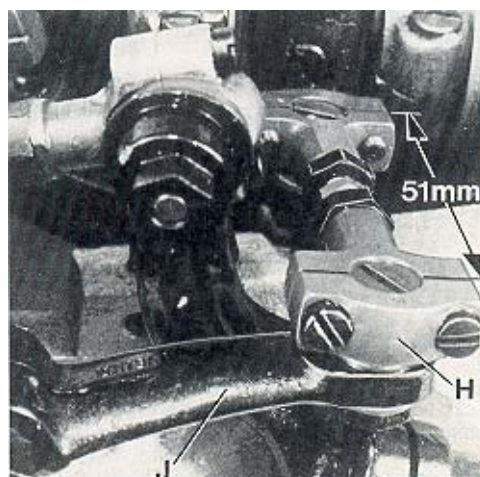
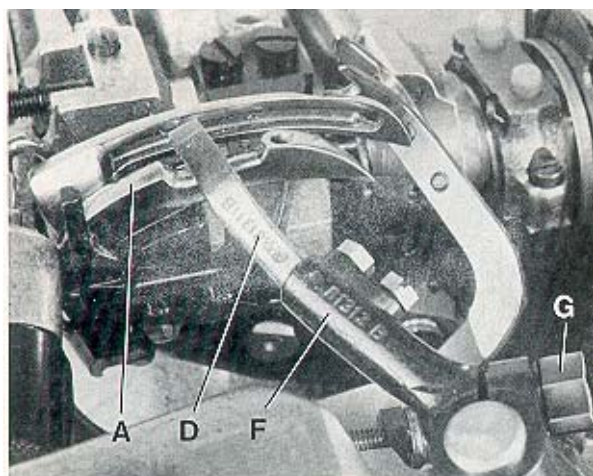
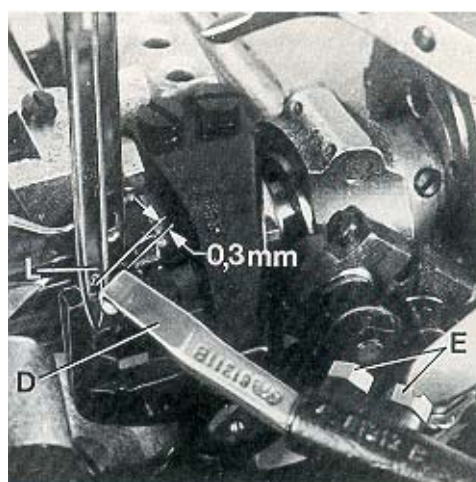

Fig.13
Fig.14
Fig.15
The distance (set at the factory) from center to center of the two ball joints driving the cross looper should be 51 mm (2") (see Fig. 13).
Basically the front ball joint (H, Fig. 13) should be positioned as far as it will go to the left in the fastening slot of the cross looper drive lever (J).
When rotating the handwheel in operating direction cross looper (D, Fig. 14) should swing as close as possible in the recess behind the eye over the double locked stitch looper (A) without contacting it.
At the left end of its swing motion cross looper (D, Fig. 15) must be positioned so that the left needle (L) securely stitches into the thread loop hanging around the hook of cross looper (D). In front of the left needle the cross looper should pass in a distance of 0.3 mm (.012") (see Fig. 15).
Der Abstand (im Werk eingestellt) von Mitte zu Mitte zwischen den beiden Kugelgelenken zum Antrieb des Quergreifers muß 51 mm betragen (siehe Fig. 13).
Standardmäßig soll das vordere Kugelgelenk (H, Fig. 13) so weit wie möglich nach links im Befestigungsangloch des Quergreifer-Antriebhebels (J) gestellt werden.
Beim Drehen des Handrades in Nährichtung soll der Quergreifer (D, Fig. 14) so dicht wie möglich in der Aussparung hinter dem Ohr über den Doppelkettenstichgreifer (A) schwenken, ohne diesen zu berühren.
Am linken Ende seiner Schwenkbewegung muß der Quergreifer (D, Fig. 15) so stehen, daß die linke Nadel (L) sicher in die um den Haken des Quergreifers (D) hängende Fadenschleife einsticht. Vor der linken Nadel soll der Quergreifer in einem Abstand von 0,3 mm vorbeischnellen (siehe Fig. 15).
After loosening the two screws (E, Fig. 15) the 0.3 mm (.012") distance to the left needle is adjustable. Retighten screws on the flat of the cross looper shank. After loosening clamp screw (G, Fig. 14) cross looper lever (F) can be raised or lowered for setting the height of cross looper (D) with respect to the double locked stitch looper (A) and it can be tilted to the right or left for adjusting the swing motion of the cross looper with respect to the left needle. Retighten clamp screw. If required the length of the path of the cross looper swing motion can be reduced by positioning ball joint (H, Fig. 13) to the right in the fastening slot of the cross looper drive lever (J).
Nach Lösen der beiden Schrauben (E, Fig. 15) kann der 0,3 mm Abstand zur linken Nadel eingestellt werden. Ziehen Sie die Schrauben wieder auf der Befestigungsfläche des Quergreiferschaftes fest. Nach Lösen der Klemmschraube (G, Fig. 14) kann der Quergreiferhebel (F) nach oben oder unten verschoben werden, um die Höhe des Quergreifers (D) zum Doppelkettenstichgreifer (A) einzustellen und nach rechts oder links geschwenkt werden, um die Schwenkbewegung des Quergreifers in Bezug zur linken Nadel einzustellen. Ziehen Sie die Klemmschraube wieder fest. Bei Bedarf kann der Schwenkweg des Quergreifers durch Versetzen des Kugelgelenks (H, Fig. 13) im Befestigungslangloch des Quergreifer-Antriebhebels (J) nach rechts verkleinert werden.